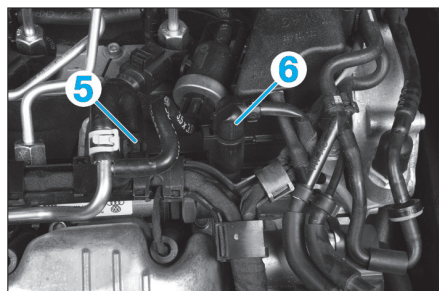

Fig. 63
- Dévisser l'écrou de fixation de la durite de retour de carburant sur la tubulure d'admission, puis ouvrir le collier (5) et débrancher la durite (Fig.63).